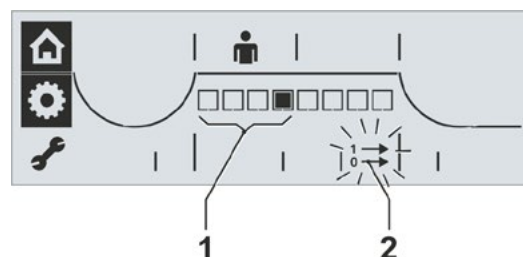

Fig. 1: Visning af signal-sættet
- Drej Drive Controller i menuen "Parameter", indtil symbolet for signal-sæt blinker (fig. 1, pos. 2).
Et sort segment viser det aktuelle sæt inden for de første fire positioner på skalaen (pos. 1); her i fig. 1 er sæt 4 valgt (se også tabellen ovenfor).